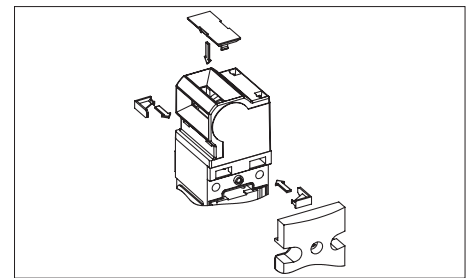

Fig. 2: Inserción de la chaveta de protección, cierre de la ranura de accionamiento
3. Opcional: Para evitar que se mueva, coloque la chaveta de protección (véase la Fig. 2).
4. Cierre la ranura de accionamiento no utilizada con la tapa para ranuras suministrada (véase la Fig. 2).